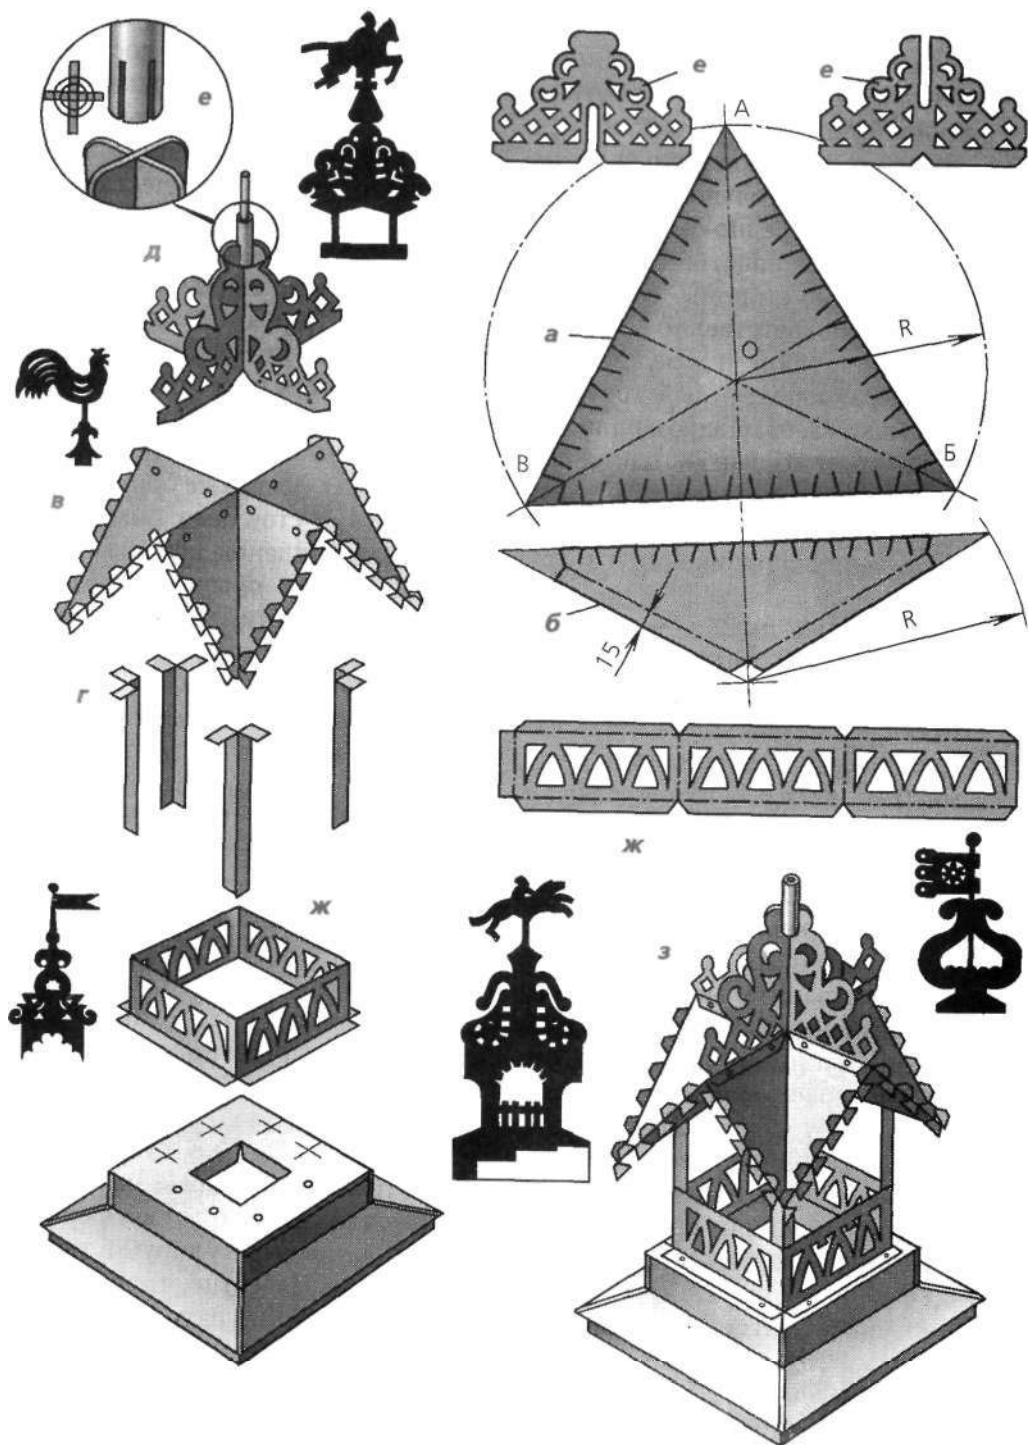

Рис. 47
**Дымники с четырехщипцовой крышей.** Дымник, крыша которого имеет четыре щипца, или фронтона, отличается особой декоративностью и выразительностью силуэта (рис. 47). Украшенный деталями из просечного железа, он напоминает сказочный теремок. Чтобы изготовить дымник с подобной крышей, необходимо вырезать из кровельной стали две заготовки. Одна из них, более крупная, представляет собой равносторонний треугольник (рис. 47, а). Через его центр из вершины проводят риски — линиигиба заготовки. Через одну
из вершин треугольную заготовку разрезают по прямой линии до центра. Края украшают таким же простейшим узором, как и сводчатую крышу. То есть края надрезают предварительно ножницами, а затем поочередно отгибают трапециевидные пластинки в противоположные стороны. Вторая заготовка соответственно в три раза меньше первой и представляет собой равнобедренный треугольник (*рис. 47, б*). Надрезы для узоров делают только на одной стороне, а с двух других оставляют кромки, предназначенные для скрепления заготовок друг с другом.
На верстаке, имеющем металлический уголок, заготовки сгибают киянкой точно по нанесенным на металле рискам. Края заготовок совмещают и скрепляют клепками (*рис. 47, в*). К готовой крыше прикрепляют заклепками четыре стойки (*рис. 47, г*), а сверху — ажурные гребни (*рис. 47, д*). Верх гребней скрепляют замком из металлической трубки, вдоль которой предварительно пропиливают крест-накрест два паза одинаковой глубины. Надетая на вершину пересекающихся гребней, трубка не только надежно стягивает их, но при необходимости может служить также основанием для укрепления на крыше дымника флюгера или просто какой-либо фигурки (*рис. 47, е*).
Обычно у готового дымника к стойкам прикрепляют ажурные бортики (*рис. 47, ж*). Их можно сделать из одной, двух или четырех заготовок: все зависит от того,
есть ли в распоряжении мастера лист кровельной стали достаточной длины. Если заготовка всего одна, то достаточно лишь одного фальцевого соединения. При двух заготовках количество соединений удваивается. На худой конец, заготовок может быть четыре, то есть столько, сколько бортиков. Перед тем как соединить заготовки между собой, на них наносится просечной узор (о технике выполнения такого узора подробно рассказано в конце этого раздела). Ажурные бортики соединяют со стойками дымника с помощью заклепок, которые можно сделать из обычных гвоздей. Готовый дымник соединяют с колпаком оголовка и крепят вместе с ним на трубе (*рис. 47, з*).